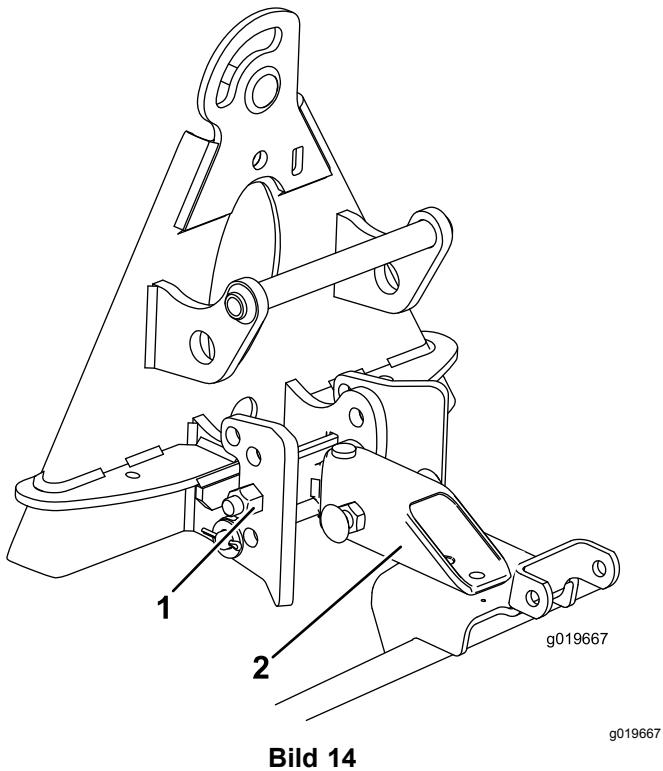

Bild 14
1. Befestigen Sie die Anbauvorrichtung in den unteren Löchern der Anschlaghalterung (Bild 14).
2. Fliehen Sie die längere Seite des Anhängerkupplungsrohr nach unten aus und montieren Sie es an der Oberseite des Hängeprofils (Bild 14).